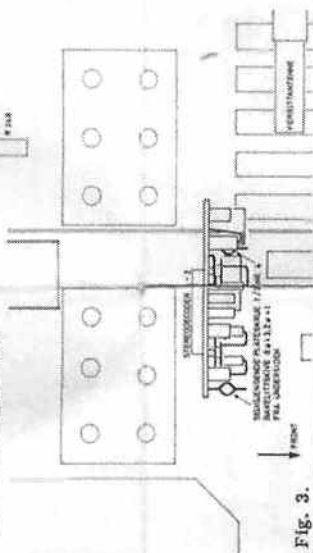

Fig. 3.
3. Trekk ut ekvivalentkortet og monter dekoderen som vist i fig. 3. Legg isolasjonsskivene mellom skruhodene og hovedplatens folieside og fest med to skruer fra TK-platens folieside.